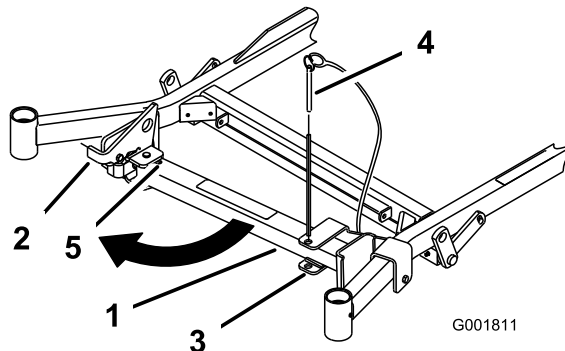
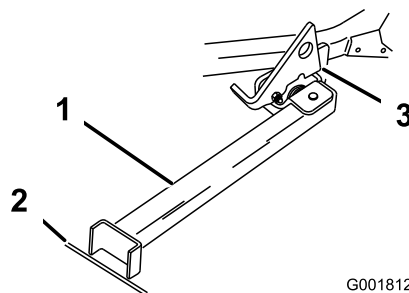

Figura 47
Figura 48
2. Retire el pasador del soporte (Figura 47).
4. Gire el pie del soporte hacia adelante, y deslice el soporte hacia la máquina, hasta que encaje en la parte de abajo de la ranura (Figura 47 y Figura 48).
5. Ponga el pie del soporte en el suelo con el enganche descansando sobre la pestaña de giro (Figura 48).
Nota: Para obtener los mejores resultados, coloque el pie del soporte en una ranura de la acera o en el césped (Figura 48).
7. Conduzca la máquina sobre el soporte. Pare cuando el enganche caiga por encima de la pestaña a la posición bloqueada (Figura 48).
5. Ponga el soporte de nuevo en su posición de descanso (Figura 47).